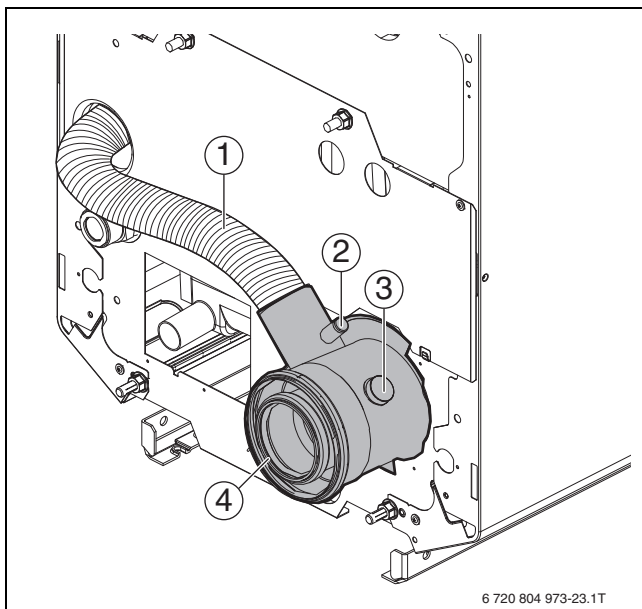

Fig. 23 Tronchetto aria e gas combusti
Le misurazioni si effettuano, di norma, in corrispondenza del tronchetto di collegamento gas combusti e aria (accessorio necessario; →fig. 23, [4]) o nel tronchetto di collegamento gas combusti (accessorio necessario in caso di adduzione aria comburente separata o con 60 kW).
Analisi combustione: →fig. 23, [3].
Analisi aria di mandata in caso di funzionamento indipendente dell'aria dell'ambiente: →fig. 23, [2].
- Immergere la sonda di misurazione fino nel flusso centrale dei fumi (al centro del tubo, dove è massima la temperatura dei fumi) attraverso l'apertura di misurazione nel tronchetto di collegamento gas combusti (→fig. 23, [3]).